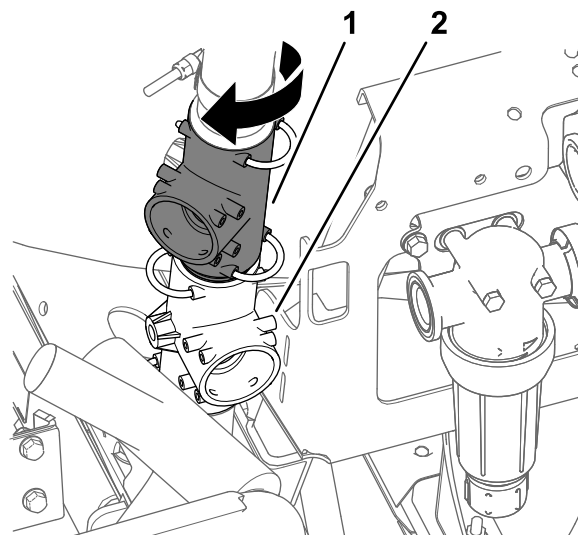

Figura 5
5. Gire el acoplamiento en T alrededor de 45° en sentido horario (Figura 5).